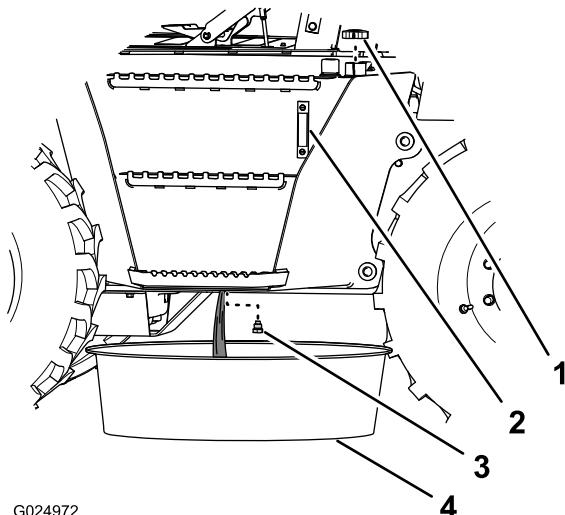

Figura 108
6. Posicione um recipiente com capacidade mínima de 190 L (50 gal. E.U.A.) sob o bujão de drenagem do reservatório hidráulico (Figura 108).
7. Remova o bujão de drenagem do reservatório hidráulico (localizado abaixo do reservatório) e drene o reservatório (Figura 108).
9. Instale o bujão de drenagem (Figura 108).